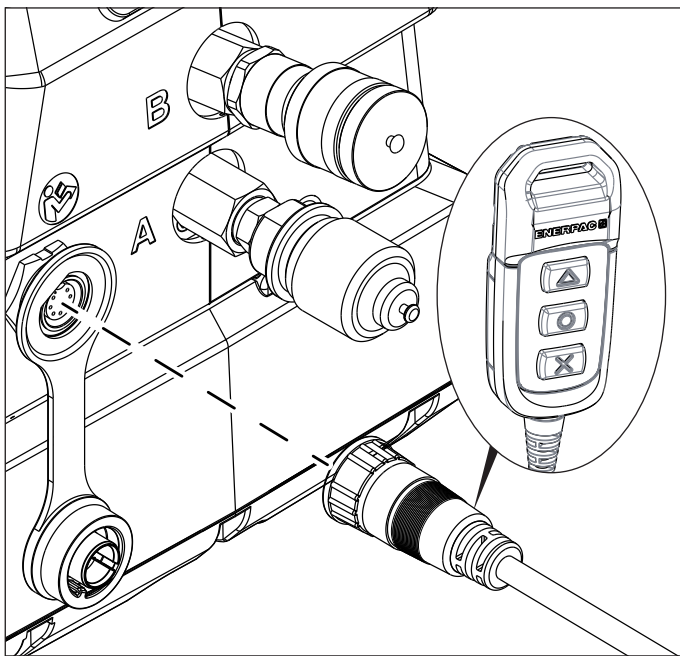

Figura 4: Conexión de la botonera
1. Retire el guardapolvos del conector en la parte delantera de la bomba y conecte el cable de la botonera. Véase Figura 4.